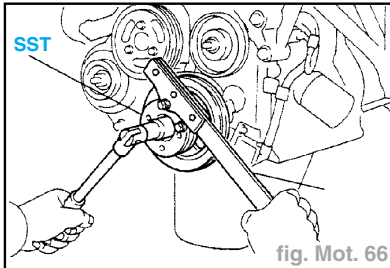

fig. Mot. 66
- A l'aide du SST, déposer le boulon de la poulie. **SST : 09213-14010** et **09330-00021** (fig. Mot. 66).